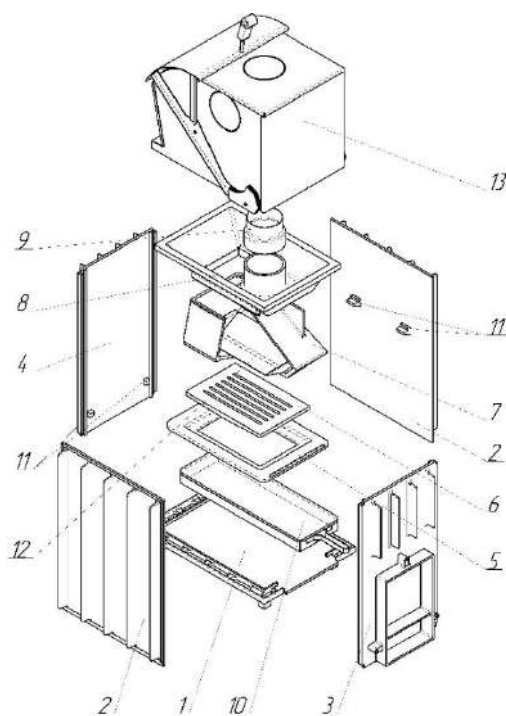

Рис. 14 Схема сборки топочного агрегата печи Калита Князь.
2.3.4.2 На подготовленном месте в парной установить основание поз1 рис.14
2.3.4.3 В пазы основания установить боковые стенки поз.2 рис.14, затем переднюю поз.3 рис.14 и заднюю поз.4 рис.14. Приливы поз.11, рис.14 на боковых стенках должны быть расположены вверху, а на задней и передней стенках внизу.
2.3.4.4 Зафиксировав стенки эластичной стяжкой уложить основание колосника поз.5 рис.14, затем установить колосник поз.6, рис.14 в посадочное место в основании колосника.
2.3.4.5 Установить емкость для камней поз.7 рис.14, установить в нее поддон поз.12 рис.14 для сбора излишков вылитой на камни воды.
2.3.4.6 Установить крышку топки поз.8 рис.14.
2.3.4.7 Установить в подколосниковое пространство зольный ящик поз.10, рис.14. Установить на патрубок крышки топки переходник поз.9 рис.14.
2.3.4.8 На крышку топки установить каменку поз.13 рис. 14 дверкой в парную. Подъем и опускание дверки должны быть плавными без перекосов и заеданий.